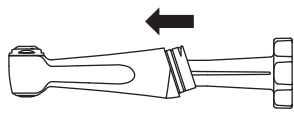

Fig. A-1
- 2 Introduza a chave na parte traseira da cabeça do instrumento até parar, conforme mostrado na Fig. A-1.